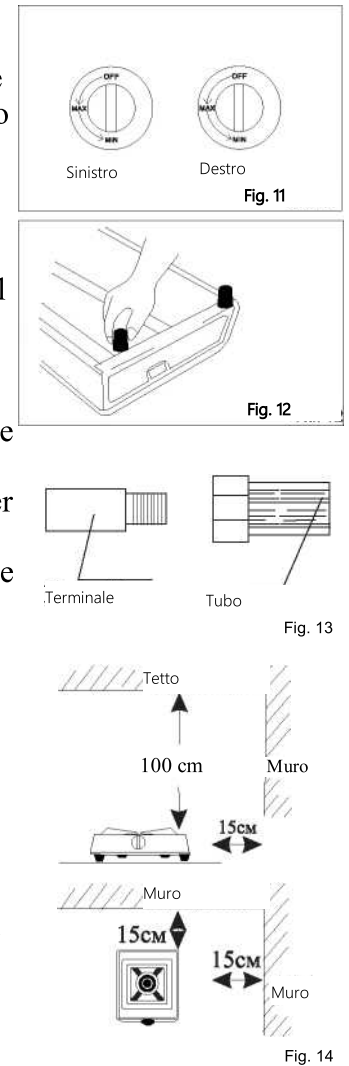

Fig. 14
- Il fornello deve essere messo su una superficie piana, solida e stabile. L'apparecchio richiede che attorno ad esso vengano lasciati spazio e aria sufficienti. Lasciare almeno 15 cm di spazio ai lati del fornello e 100 cm sopra di esso (Fig. 14). Se lo spazio è inferiore a 15 cm rispetto ai lati infiammabili, è necessario installare una barriera di isolamento termico. Inoltre, tenere il fornello a gas lontano da carta, olio e altri oggetti infiammabili